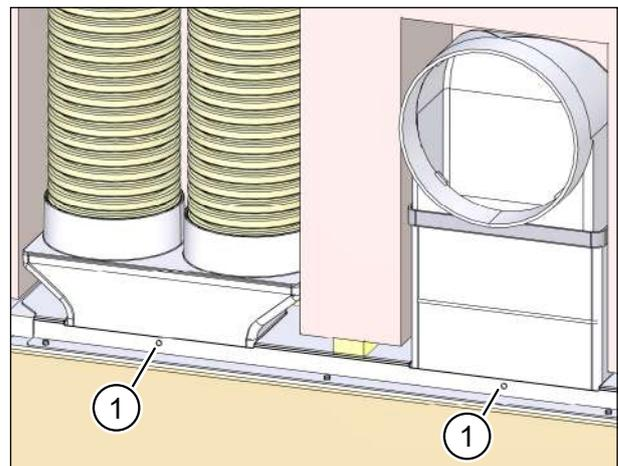

Abb. 30: Flachkanal- / Flexrohranschlüsse am Mauerkasten befestigen
Im Putzrahmen befinden sich zwei Bohrungen (Pos. 1 in Abb. 30), um die Flachkanal- bzw. Flexrohranschlüsse am Mauerkasten mit Blindnieten zu befestigen. Diese Bohrungen müssen auch in den Flachkanal- bzw. Flexrohranschlüssen angebracht werden.
- ▶ Bohren Sie mit dem 3-mm-Bohrer durch die Löcher im Putzrahmen (Pos. 1 in Abb. 30) in die Flachkanal- bzw. Flexrohranschlüsse.